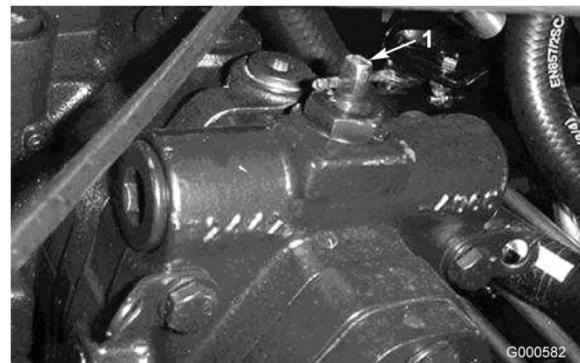

Figura 15
- Gire la válvula auxiliar 90° (1/4 de vuelta) en cualquier sentido para abrirla y dejar pasar el aceite internamente (Figura 15). Puesto que el aceite se desvía, la máquina puede ser movida lentamente sin dañar la transmisión. Observe la posición de la válvula al abrirla o cerrarla.